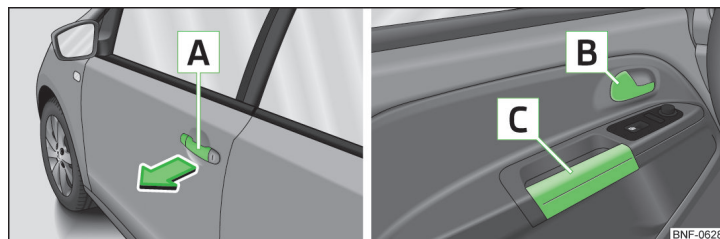

Fig. 25 Dørhåndtag
- Træk dørhåndtaget  i pilens retning » Fig. 25.